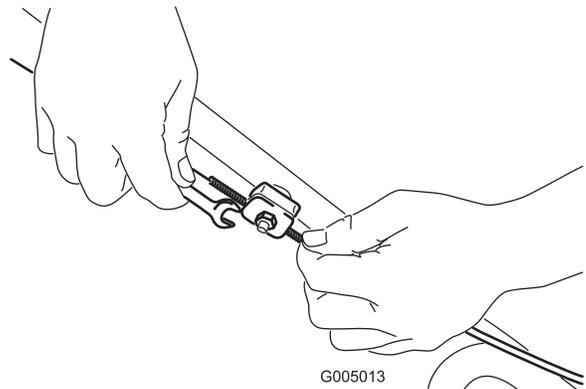

Figure 36
7. Déposez l'ensemble déflecteur arrière et levier de verrouillage du guidon (Figure 36).
1. Desserrez l'écrou du support de guidage du câble (Figure 36).